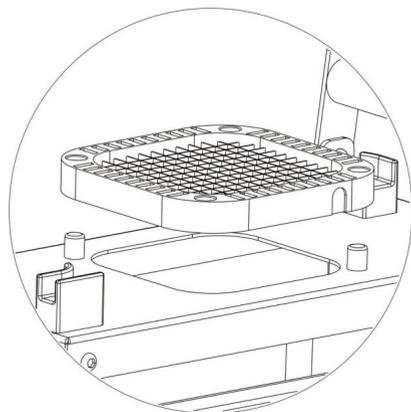

Figura 2
4. Instalación de las cuchillas: Coloque los orificios de las cuchillas en las columnas de la placa inferior. Asegúrese de que las cuchillas estén orientadas hacia arriba. (Al reemplazar las cuchillas, coloque la mano en el borde diagonal de la columna y levántela horizontalmente para desmontarla). (Como se muestra en la Figura 2)